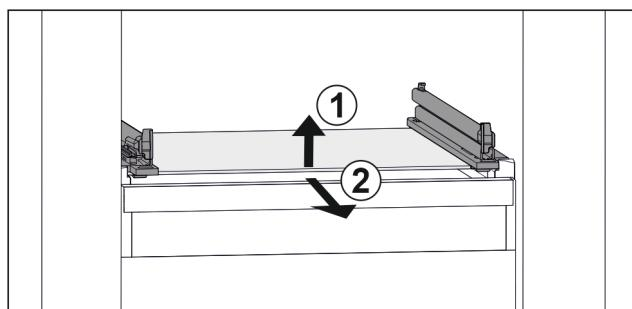

Fig. 38 Примерное отображение стеклянной пластины
- Приподнимите стеклянную пластину спереди Fig. 38 (1)
- Извлеките стеклянную пластину движением вперед Fig. 38 (2)